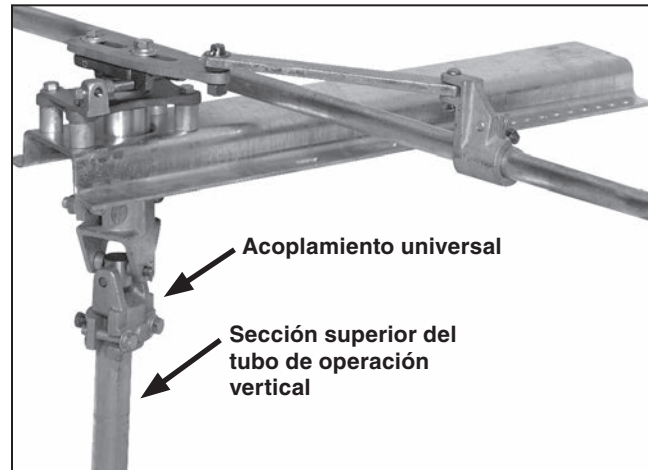

Figura 16. Instalación de la sección superior del tubo de operación vertical.
PASO 11. Instale la sección superior del tubo de operación vertical en el acoplamiento universal sujeto a la parte inferior del ensamble de la chumacera fuera de línea. (Para las configuraciones de montaje del interruptor triangular-horizontal y horizontal de polo a polo, este es el ensamble de la chumacera fuera de línea más baja). Vea la Figura 16. Jale hacia afuera del cuerpo del acoplamiento fuera de la abrazadera del acoplamiento del tubo los tornillos perforantes de sujeción antes de apretar los pernos de la abrazadera.